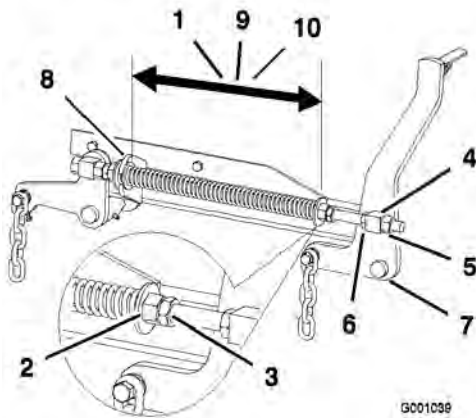

Figure 68
2. Vérifiez que les deux grandes rondelles sont espacées de 28,2 cm pour les plateaux de coupe de 52 pouces, de 26,7 cm pour les plateaux de coupe de 60 pouces, ou de 29,2 cm pour les plateaux de coupe de 72 pouces (Figure 68).
3. Réglez cette distance en desserrant l'écrou de blocage du ressort et en tournant l'écrou devant chaque ressort (Figure 68). Tournez l'écrou dans le sens horaire pour raccourcir le ressort, et dans le sens inverse pour l'allonger.
4. Bloquez l'écrou en position en serrant l'écrou de blocage du ressort (Figure 68).